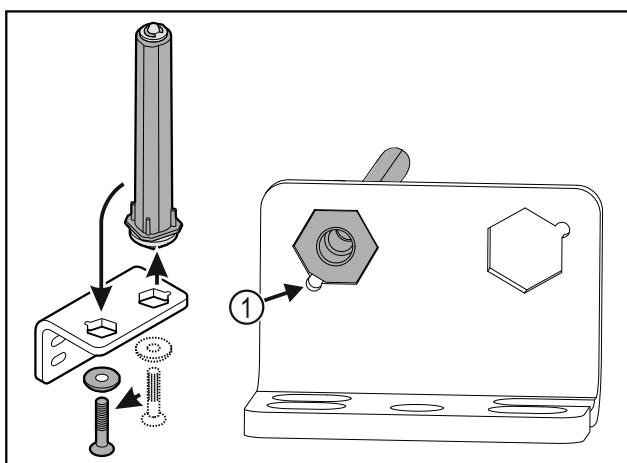

Fig. 37
- Aveți în vedere ca la introducere, teșitura bolțului Fig. 37 (1) să fie orientată spre orificiul rotund.